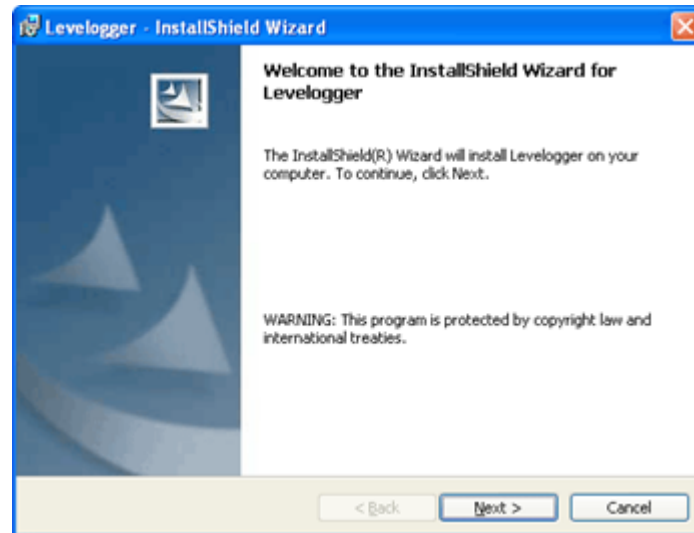

Figura 2-1 Novo Assistente de Hardware Encontrado
3. O Assistente de Instalação de Programa irá guiá-lo pelo processo de instalação restante. Figura 2-1 mostra o Assistente de Instalação de Programa